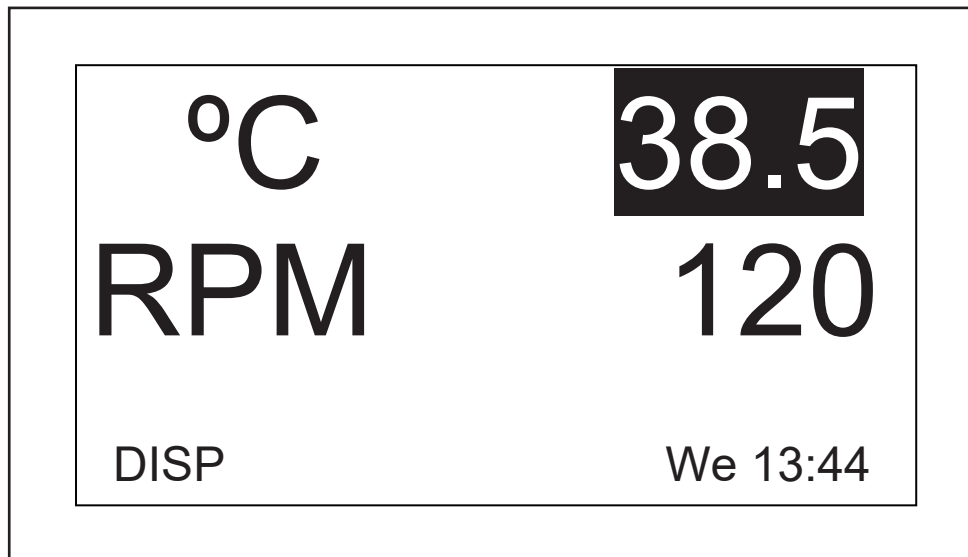

Fig. 9-3: Alterando o valor nominal
2. Pressione o botão para indicar o valor nominal atual (neste exemplo, 38,5 (aqui Fig. 9-3 na pág. 52)), que pulsará.